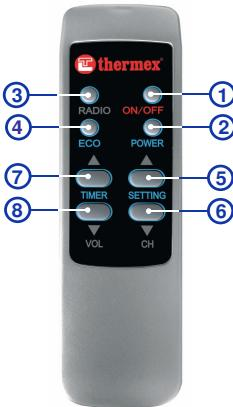

Abb. 5. Fernbedienung der Modellreihe IB.
7.2.10. Fernbedienung der Modellreihe IB (Abb. 5).
Abbildung 5: 1 – Taste „ON/OFF“ / „EIN/AUS“, 2 – Taste „POWER“ / Leistungswahl, 3 – Taste „RADIO“ / FM-Empfänger, 4 – Taste „ECO“, 5 – Taste „SETTING“ / Wahl, 6 – Taste „CH“ / Frequenz, 7 – Taste „Timer“, 8 – Taste „VOL“ / Lautstärke.